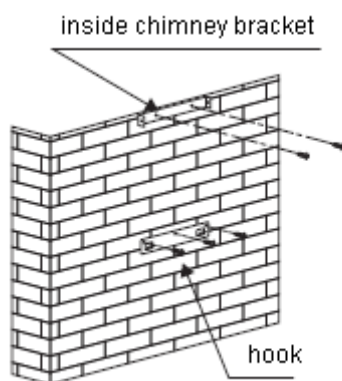

fig. 2
- Dibuje sobre el muro los 3 agujeros que necesita taladrar utilizando el gancho de suspensión de la campana, proporcionado y respetando la distancia recomendada (fig. 2)
- Enrosque el soporte para fijación de la campana garantizando que esté totalmente nivelado(fig. 2)
- Calcule la altura final para enroscar el estribo en U del soporte de la chimenea (fig. 2).
- Taladre los 2 agujeros de 8 mm y enrosque la brida de soporte de la chimenea prestando atención para que esté bien en el eje de la campana (fig.2).